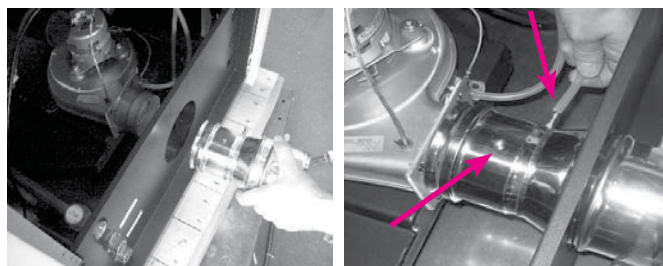

fig. 6.3
- Démonter le panneau arrière en dévissant les six vis qui le fixent à la chaudière et introduire le raccord des fumées (fourni) sur l'orifice du ventilateur d'extraction des fumées en le fixant avec la vis prévue à cet effet (fig. 6.3).